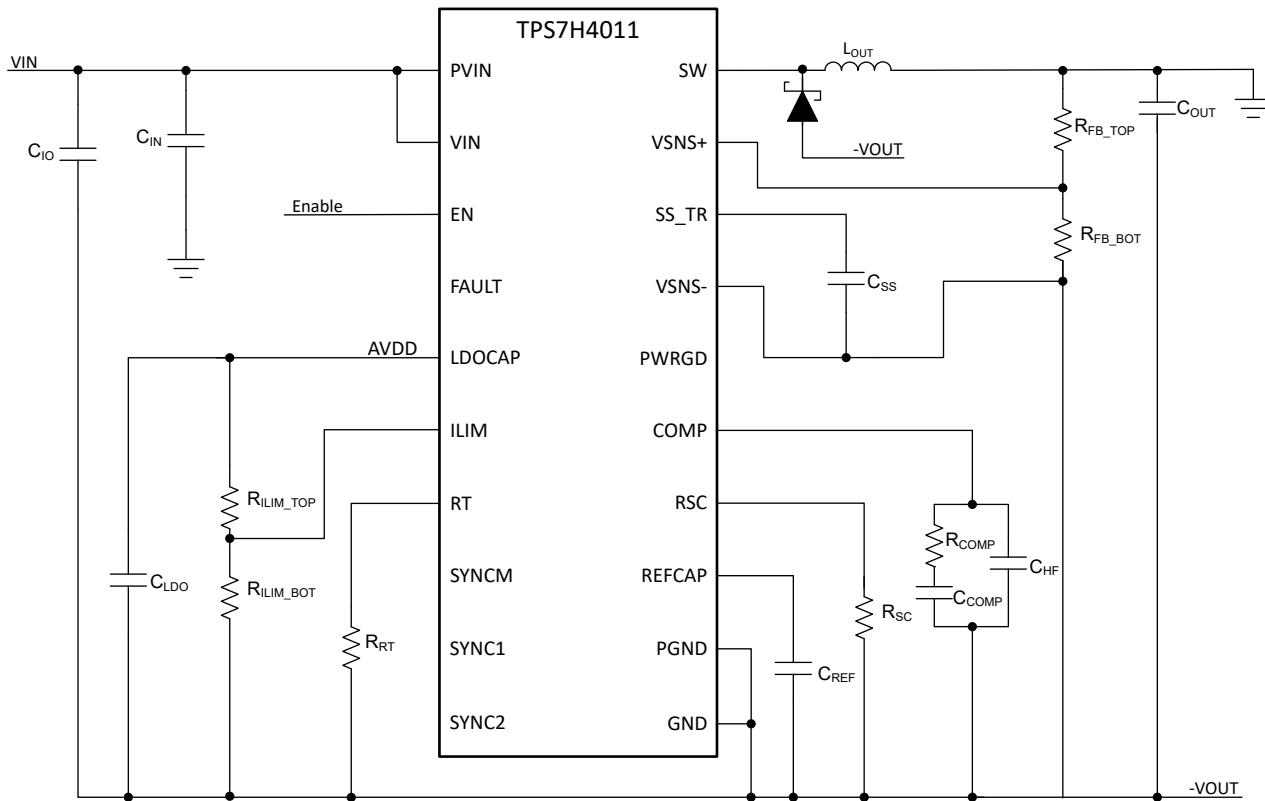

図 9-5. 反転昇降圧の概略回路図
TPS7H4011 は、図 9-5 に示すように、負の出力電圧を生成するために反転昇降圧として構成することができます。
- 図 9-5 の C_{IO} は、降圧コンバータで使用される標準の入力コンデンサです。 C_{IN} は、システムグランドを基準とした入力コンデンサで、レギュレータの入力に低インピーダンスパスを提供します。